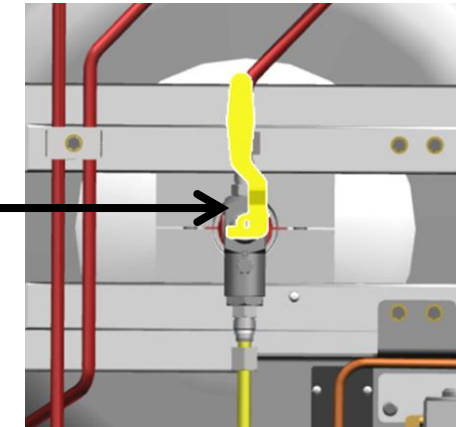

figure 1
3. En coupant (FERME) la soupape à boule, tournez la poignée de la soupape dans le sens des aiguilles d'une montre jusqu'à ce qu'elle s'arrête de tourner. En activant (OUVERTURE) la soupape à boule, tournez la poignée de la soupape dans le sens inverse des aiguilles d'une montre jusqu'à ce que la poignée s'arrête de tourner. (Figures 1 et 2)